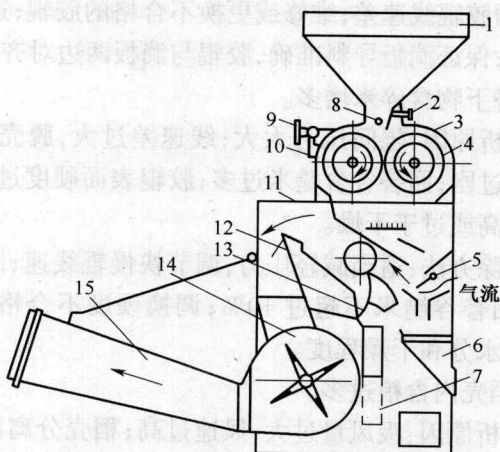

图 1-1 胶辊砻谷机结构示意图
(1) 胶辊砻谷机的构造如图 1-1 所示,它主要由进料斗、胶辊、风机、调节机构、传动机构和机架等组成。